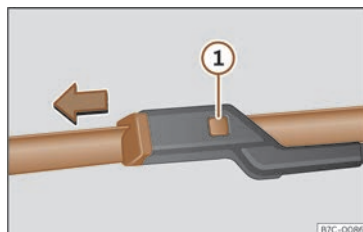

Fig. 179 Canvi de les escombretes de l'eixugaparabrises.
- Mantingueu premuda la tecla de desbloqueig >>> **fig. 179** ① mentre estireu lleugerament l'escombreta en el sentit de la fletxa.